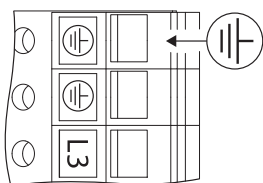

Fig. 27: Додаткове заземлення
- Через підвищений струм витoku в двигунах потужністю від 11 кВт відповідно до EN 61800-5-1:2008-04 слід передбачати додаткове підсилене заземлення (див. Fig. 27).